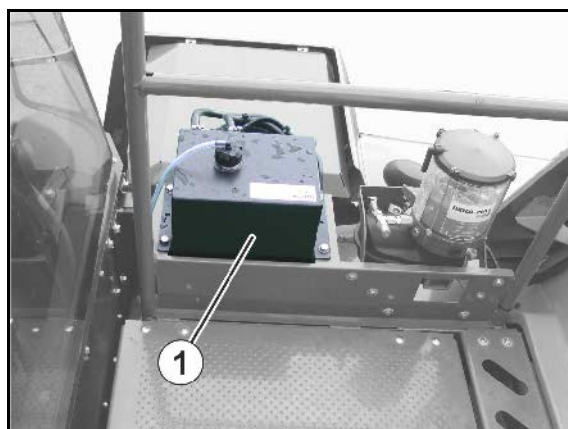

Fig. 159
2. Trageți afară joa de ulei (Fig. 159/1) și curățați-o cu o lavetă curată.
4. Dacă este necesar, trebuie completat nivelul de ulei cu uleiul prescris în deschiderea de umplere ulei (Fig. 159/2,3).
5. Scoateți prin rotire șurubul de evacuare ulei (Fig. 159/4).